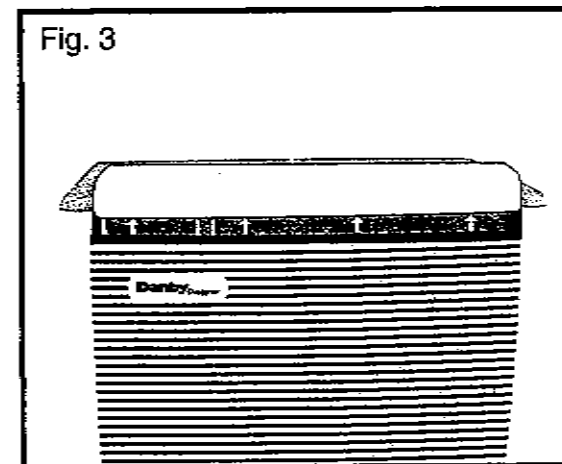

Fig. 3
1. Tirez (par les doigts) vers le haut sur l'encadrement du filtre où il touche le grillage avant. (Voir la Fig. 3.)